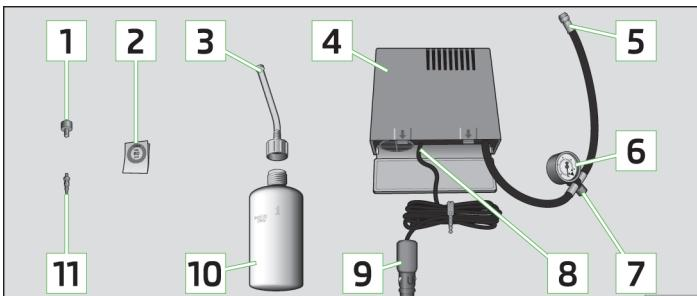

Fig. 202 Componentes del kit de averías
Componentes del kit de averías » fig. 202.
- Pegue la etiqueta adhesiva **[2]** » fig. 202 de la página 252 sobre el tablero de instrumentos en el campo visual del conductor.
- Agite la botella de inflado de neumáticos **[10]** » fig. 202 de la página 252 fuertemente varias veces.
- Enrosque el tubo flexible **[5]** » fig. 202 de la página 252 del compresor de aire fijamente en la válvula del neumático.